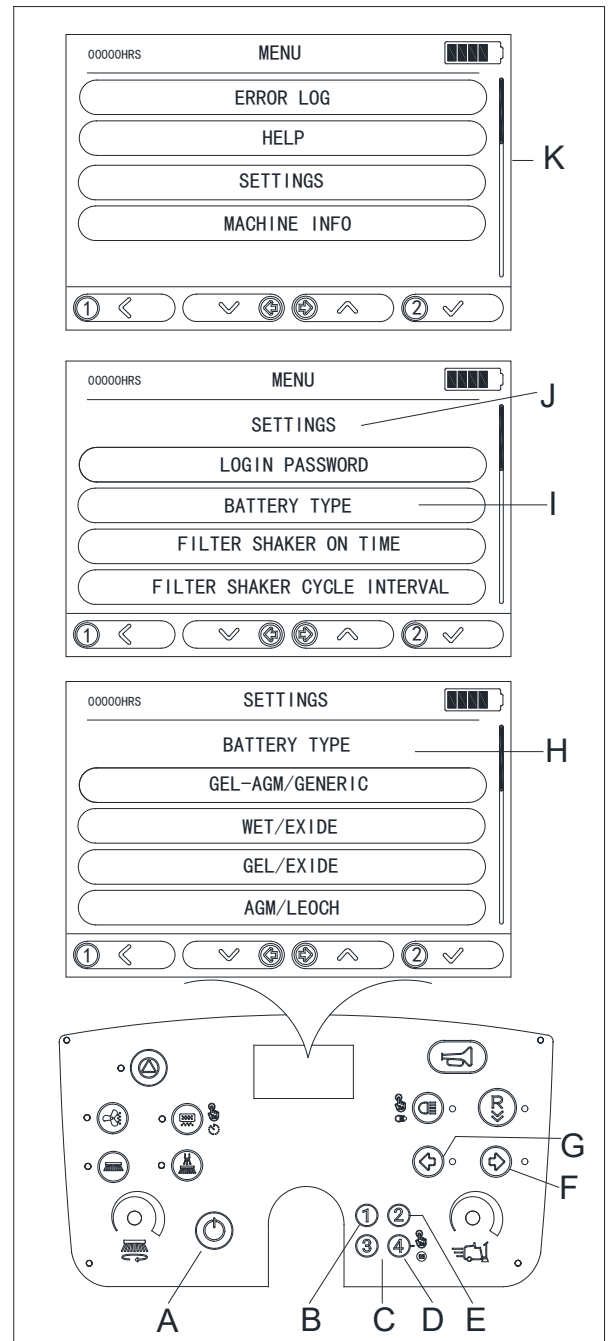

Figura 6
1. Pulse el botón de encendido (A, figura 6).
2. Utilice el teclado de 4 dígitos (C, figura 6) para introducir la contraseña. La contraseña predeterminada es 1234.
3. Después de iniciar sesión con éxito, pulse y mantenga pulsado el botón ④ (D, figura 6) durante 2 segundos para entrar en la interfaz del MENÚ (K, figura 6).
4. En la interfaz del MENÚ, presione el botón ① (B, figura 6) para volver al menú anterior, presione el botón de flecha izquierda (G, figura 6) para desplazarse hacia abajo, presione el botón de flecha derecha (F, figura 6) para desplazarse hacia arriba, seleccione "AJUSTES", a continuación presione el botón ② (E, figura 6) para confirmar la selección y entrar en la interfaz de AJUSTES (J, figura 6).
5. En la interfaz de AJUSTES (J, figura 6), seleccione (I, figura 6) TIPO DE BATERÍA para entrar en la interfaz de ajustes de TIPO DE BATERÍA (H, figura 6).
6. Pulse el botón de flecha izquierda (G, figura 6) para desplazarse hacia abajo, pulse el el botón de flecha derecha (F, figura 6) para desplazarse hacia arriba, elija el tipo de batería según las baterías que estén instaladas y, a continuación, pulse el botón ② (E, figura 6) para actualizar el cambio.